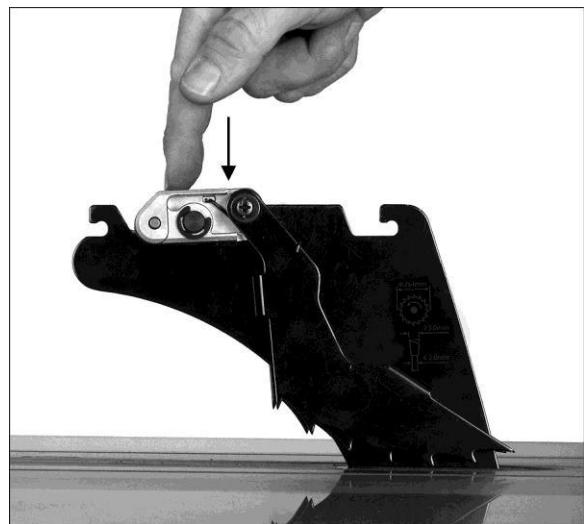

Рис. 6-11
2. Поверните головку и нажмите на нее (Рис. 6-11), пока не услышите щелчок. Убедитесь, что вы ясно услышали щелчок в подтверждение закрепления предохранителя от отскока.